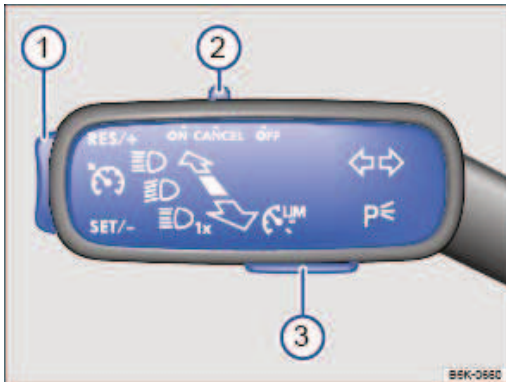

Fig. 125 À gauche sur la colonne de direction : touches et commandes du limiteur de vitesse
- Poussez la commande ⇒ Fig. 125Ⓞ en position **ON**.
- Pendant la marche du véhicule, appuyez sur la touche ⇒ Fig. 125Ⓞ dans la zone **SET/-**.
Vous pouvez régler la vitesse mémorisée à l'aide de la touche ⇒ Fig. 125Ⓞ :
Pour modifier de manière continue la vitesse mémorisée, maintenez la touche ⇒ Fig. 125Ⓞ enfoncée.
- Amenez la commande ⇒ Fig. 125Ⓞ en position **CANCEL**.
- Appuyez sur la touche ⇒ Fig. 125Ⓞ dans la zone **RES/+**.
- Amenez la commande → Fig. 125② en position **OFF**.
- Appuyez sur la touche → Fig. 125②.